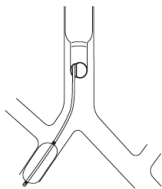

Fig.10
4. For en patient med den øverste lap af højre lunge placeret meget tæt på luftrørsforgreningen kan blokering af den midterste og nedre lap af højre lunge, i stedet for hele højre lunge, opnås ved at placere blokkeren i den mellemliggende bronkus (Fig. 10).